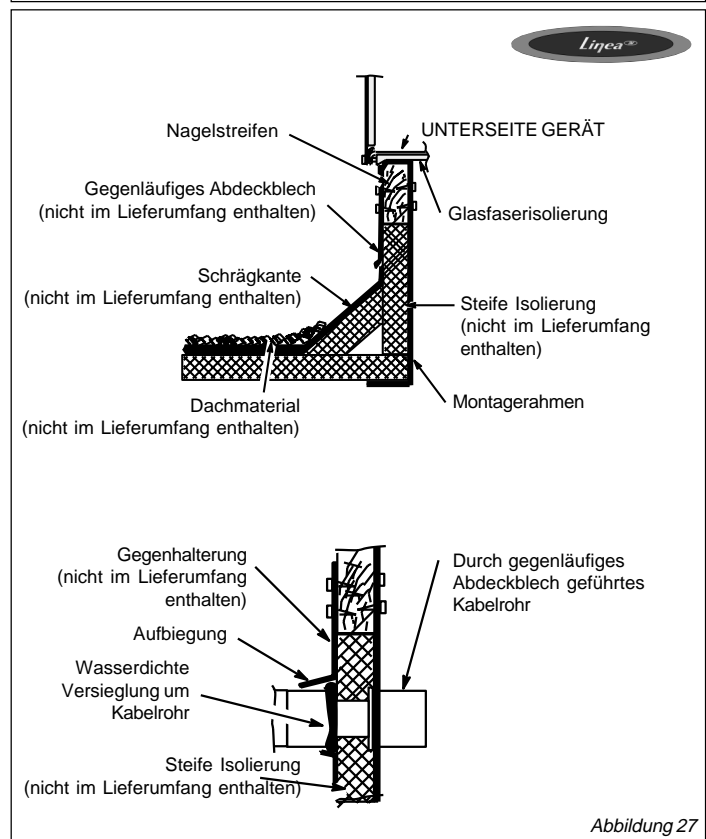

Abbildung 27
3. Wenn die Stromkabel von unten herangeführt werden sollen, schneiden Sie ein Loch in das Gegenblech, um die Kabel hineinführen zu können. Dichten Sie den Bereich um die Kabel wasserdicht ab (siehe Abbildung 27).